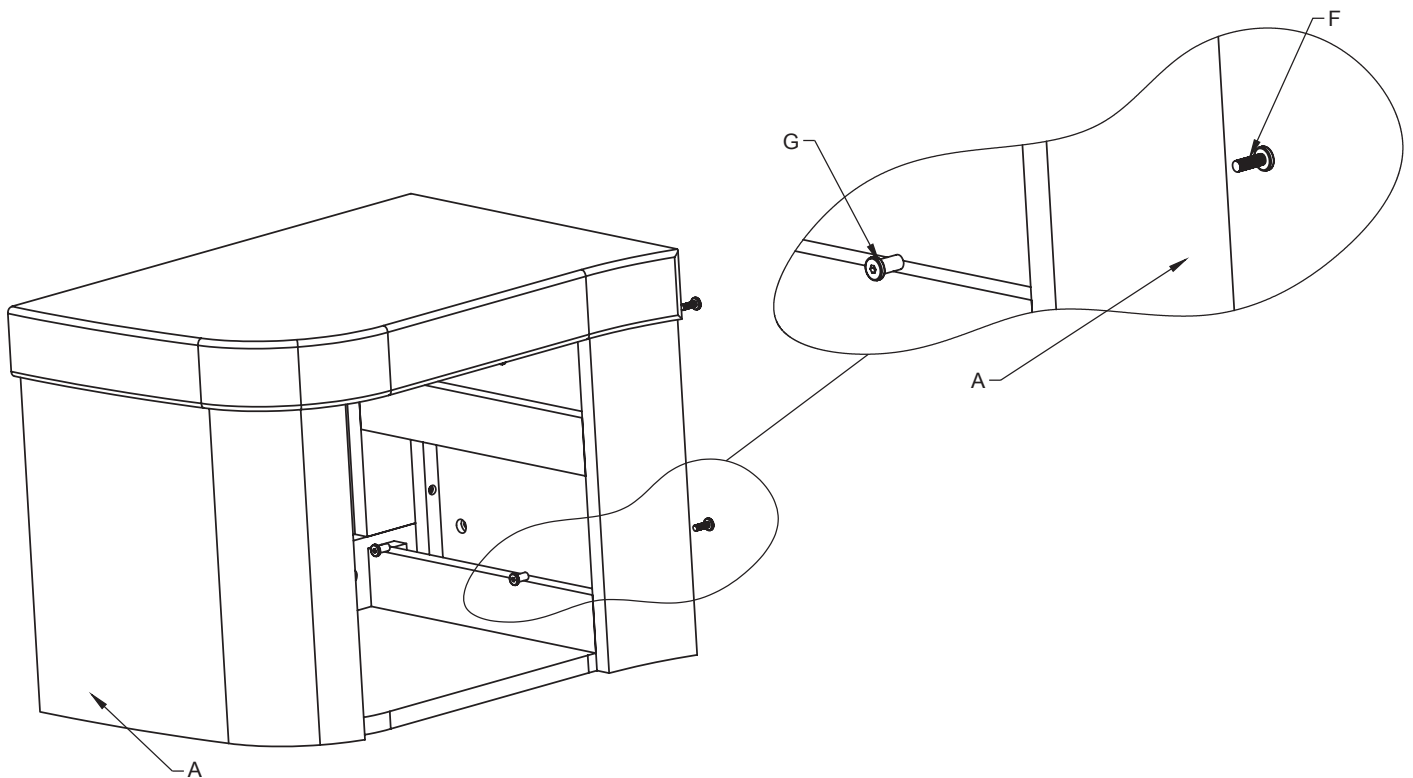

Figure 4
- o Percez les avant-trous à l'aide d'une mèche de 6,5 mm sur le côté du **meuble à tiroirs de gauche (A)**, à l'endroit où le modèle 5605-1 sera installé.
- o Avec l'aide d'une autre personne, joignez le **meuble à tiroirs de gauche (A)** et les autres meubles choisis ensemble à l'aide des **vis femelles (F)** et des **vis mâles (G)** pour installation latérale.
- o Reportez-vous à la **figure 4**.